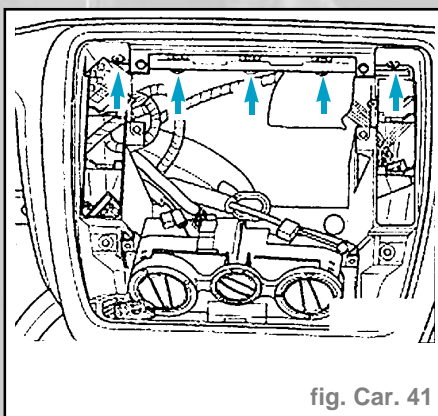

fig. Car. 41
- Retirer le cache central du tableau de bord (1) et débrancher les connecteurs.
- Dévisser les cinq vis (flèches) (fig. Car. 41).